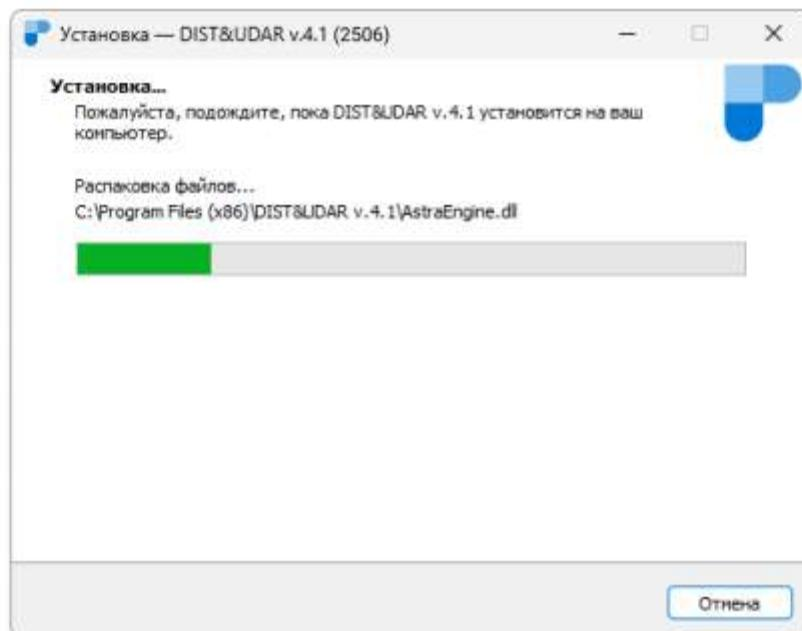

Рисунок 2.3.5 – Процесс установки
7. Нажать *Установить*. Появится индикатор установки (см. Рис. 2.3.5).